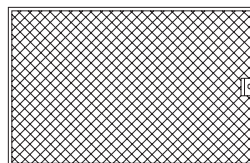

Рис. 3
4. Алюминиевый жиरोулавливающий фильтр, находящийся под откидной панелью (см. рис. 3).
Дополнительным аксессуаром для вытяжки является угольный фильтр (в комплект не входит, рис. 3а).
Рис. 3а